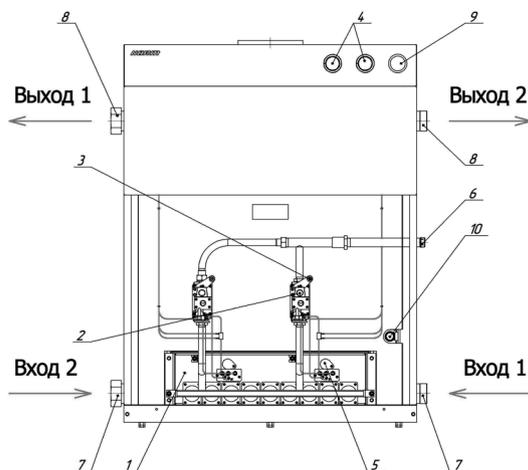

Рис. 1.2. Котёл «Norm 90; 100» с автоматикой 820 Nova
* Подключение отопительной воды следует производить только диагонально согласно рис. 1.2.